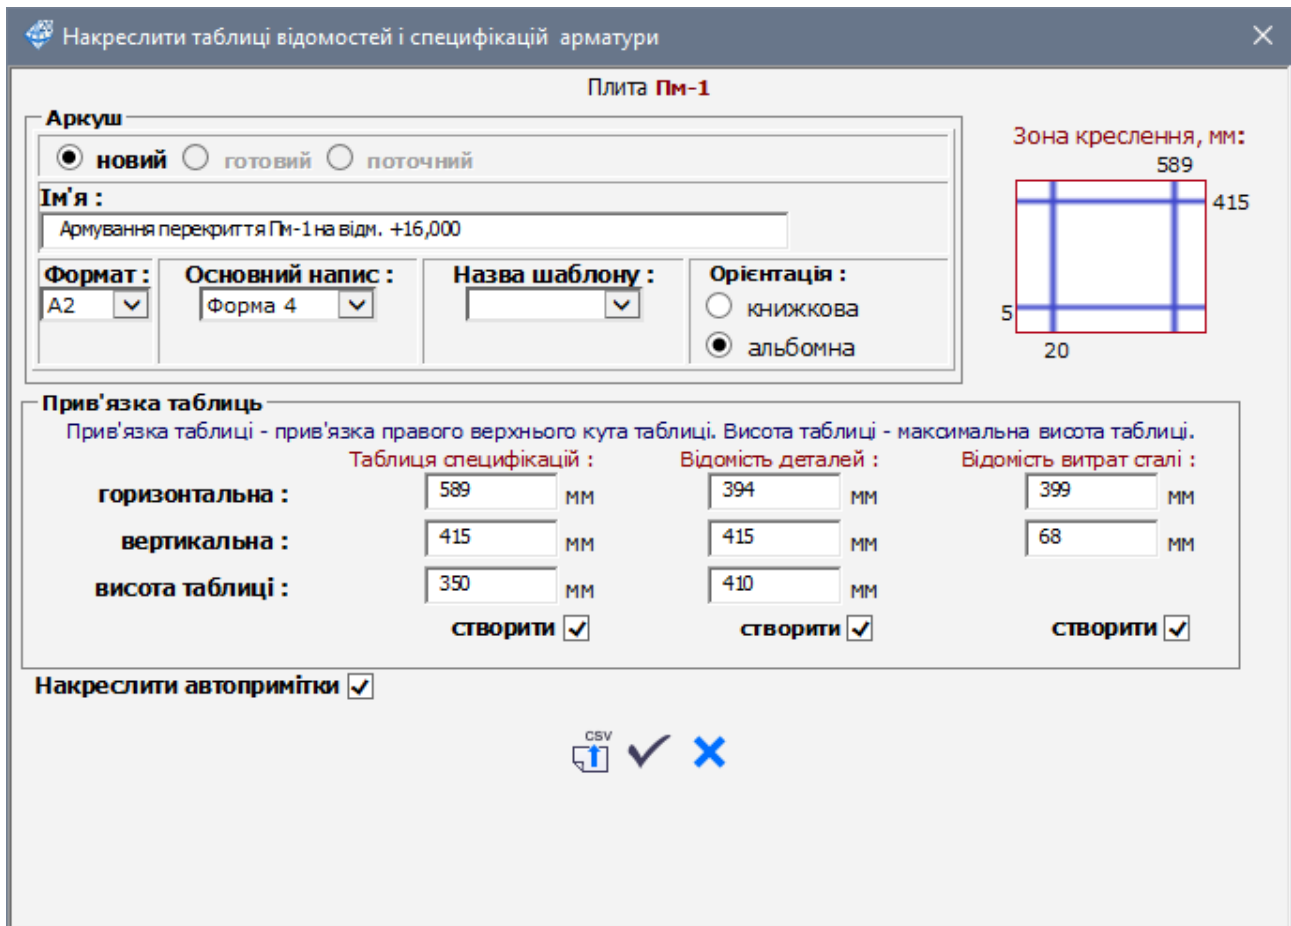

Рис. 23.54. Діалогове вікно Накреслити таблиці відомостей та специфікацій арматури
- Викличте діалогове вікно **Вичертити таблиці відомостей та специфікацій арматури** (рис. 23.54) натисканням по кнопці **Помістити на креслення...** у діалоговому вікні **Специфікація арматури. Пм-1**.